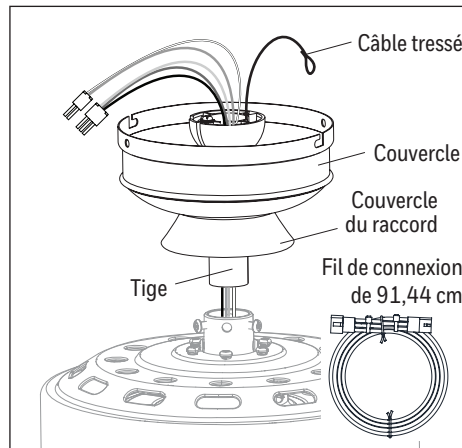

Figure 3.2
2. Insérez la tige dans le couvercle, puis dans le couvercle du raccord. Faites passer les fils et le câble tressé qui sortent du ventilateur dans la tige, puis dans la boule de la tige. Selon la longueur de la tige que vous utilisez, vous devrez peut-être utiliser les fils de connexion de 91,44 cm pour adapter une tige de 91,44 cm ou de 121,92 cm (vendue séparément). Au besoin, branchez le connecteur à 3 broches et à 2 broches partant du centre de la tige sur une extrémité des fils de connexion de 91,44 cm. Remarque : La tige incluse avec ce ventilateur n'utilisera pas les fils de connexion de 91,44 cm (Figure 3.2).